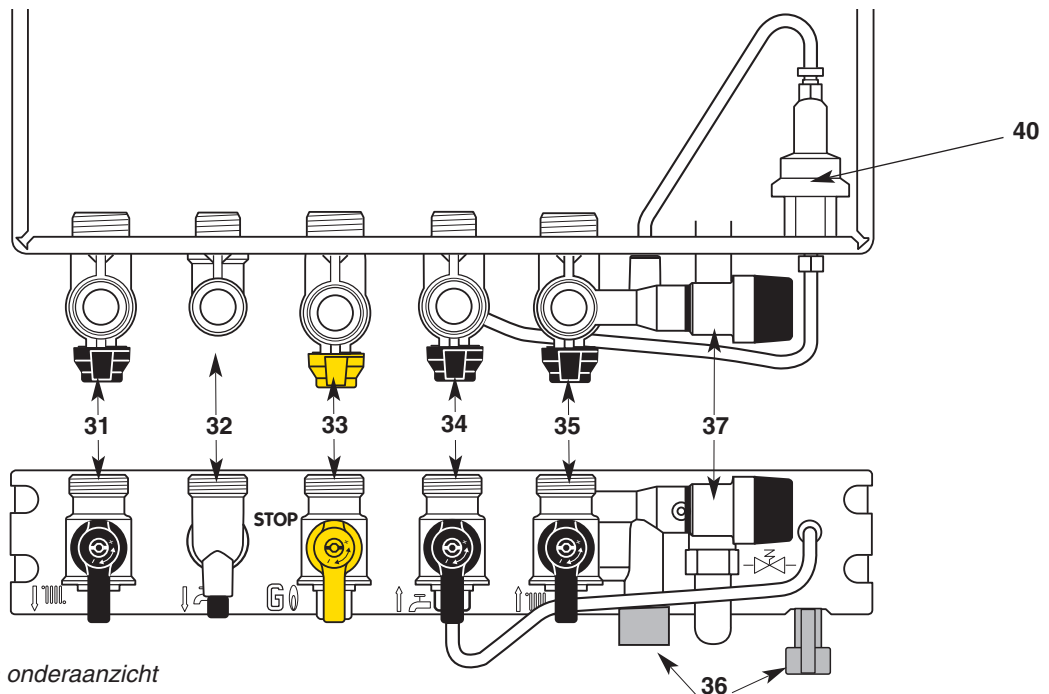

Fig. 22 - Vooraanzicht en onderaanzicht
Kraanblok (fig. 22)
3. Zet de gastoevoerkraan **33** (fig. 22), open op stand  .
- Draai de gastoevoer dicht door middel van kraan **33** (fig. 22), op STOP .
*Bij sommige installaties is het mogelijk dat er zich bij aftappen van warm water, een lichte opwarming voordoet van de buizen (en eventueel van een radiator). Om dit te vermijden, de vertrekdraai van de verwarming **31** (fig. 22)*